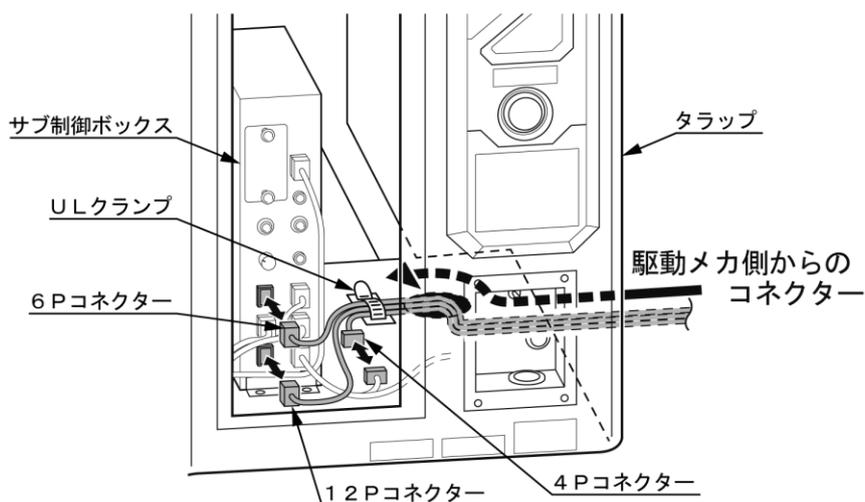

図6-24 タラップの取り付け③④
- ③ 駆動メカ側より引き出したコネクタ（3個）をタラップ底の穴からタラップ内部に挿入し、コネクタ（3個）の内の「6Pコネクタ」と「12Pコネクタ」をサブ制御ボックスに接続し、「4Pコネクタ」をサブ制御ボックス横のコネクタと接続します。(図6-24)
- ④ 接続したコネクタのハーネスを下図に示すULクランプ（1個）で固定します。
(図6-24)